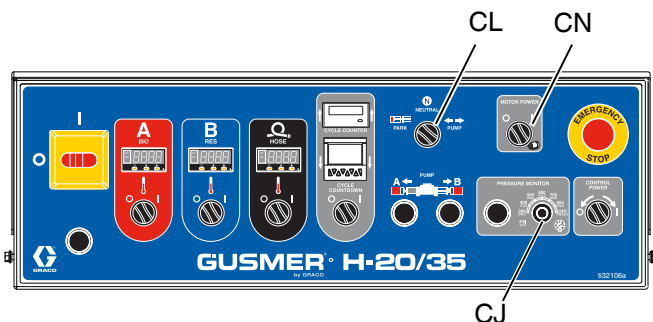

FIG. 39
9. Tournez le bouton de monitoring de la pression (CJ) sur OFF (Arrêt). Voir la FIG. 39.
10. Lancez le moteur hydraulique en activant l'interrupteur d'alimentation du moteur (CN). Tourner l'interrupteur de commande (CL) de la pompe sur POMPE.